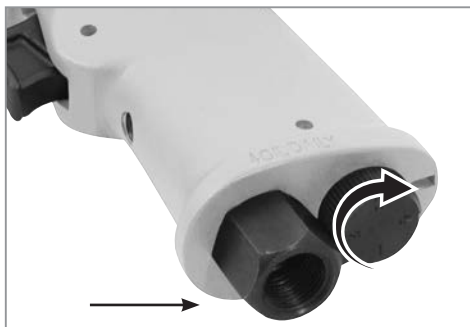

Fig. 6 – Regulador de pressão
- Para diminuir a velocidade gire o regulador Fig.6, para o sentido horário;